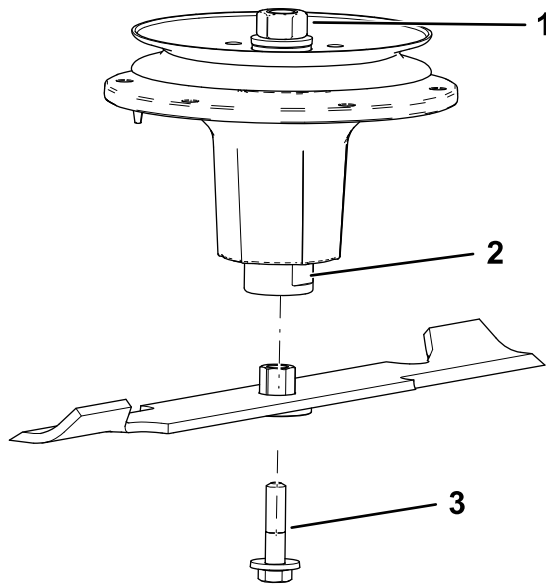

Figura 79
2. Instale el conjunto de buje/cuchilla en el eje (Figura 79).